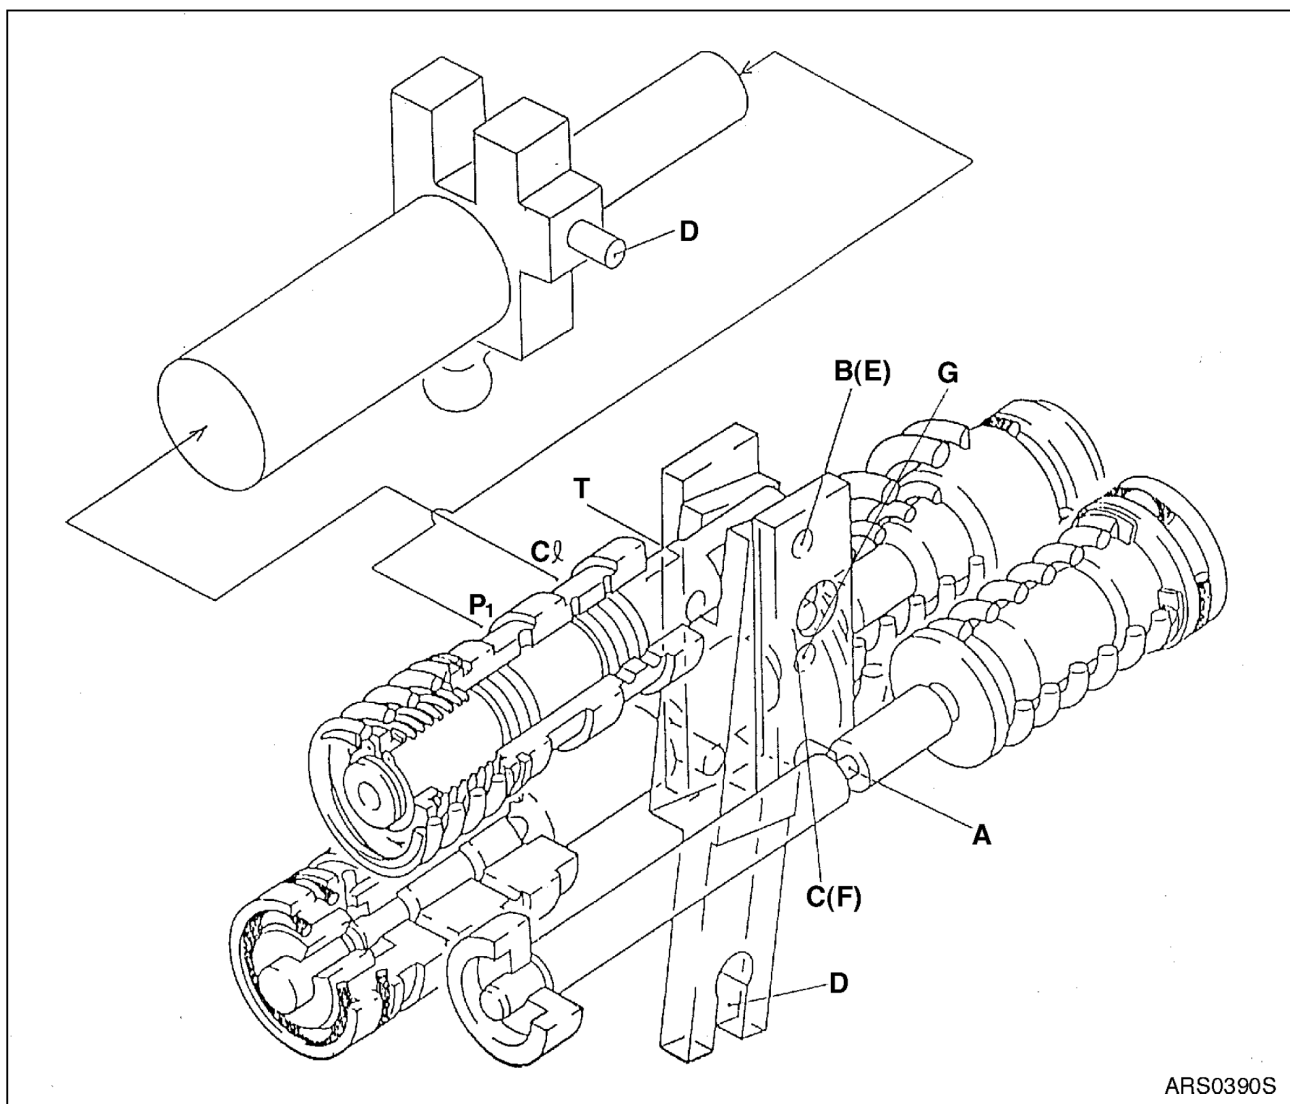

Рис. 23
Канавка (А) в управляющем поршне закреплена штифтом (875), который крепится к рычагу 2 (613). Поэтому, когда управляющий поршень движется, рычаг 2 вращается вокруг точки опоры В (зафиксированной центральной пробкой (614) и штифтом (875)). Поскольку секция с большим отверстием (С, рис. 23) рычага 2 содержит выступающий штифт (897), прикрепленный к рычагу обратной связи (611), штифт (897) перемещается вправо при вращении рычага 2. Поскольку противоположная плоская часть (D) рычага обратной связи присоединена с помощью штифта (548) пальцем наклона (531), который поворачивает поворотную шайбу, рычаг обратной связи вращается вокруг центральной точки D при движении пальца (897). Так как рычаг обратной связи соединен с золотником (652) с помощью штифта (874), золотник передвигается вправо.